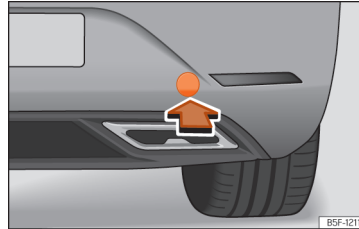

Abb. 214 Auf der rechten Seite des hinteren Stoßfängers: Abdeckung entfernen.
Die Abschleppöse wird in die hinter einer Abdeckung auf der rechten Seite des hinteren Stoßfängers befindliche Aufnahme eingeschraubt » (Abb. 214).
- Auf den unteren Bereich der Abdeckung » (Abb. 214) drücken, um die Verrastung zu lösen.